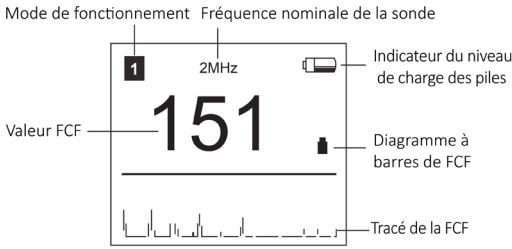

Fig.3-4 Écran LCD
① Allumer le dispositif en appuyant sur le bouton d'allumage. L'écran LCD se présente comme montré dans la **Fig.3-4**.
② Trouver où se trouve le fœtus :